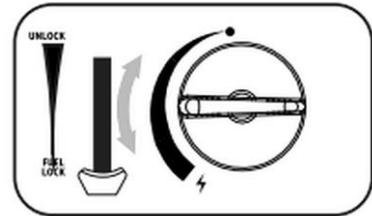

Fig. 10
3. Une fois le brûleur allumé, régler le régulateur rotatif (17) sur la position souhaitée. (Fig. 10)